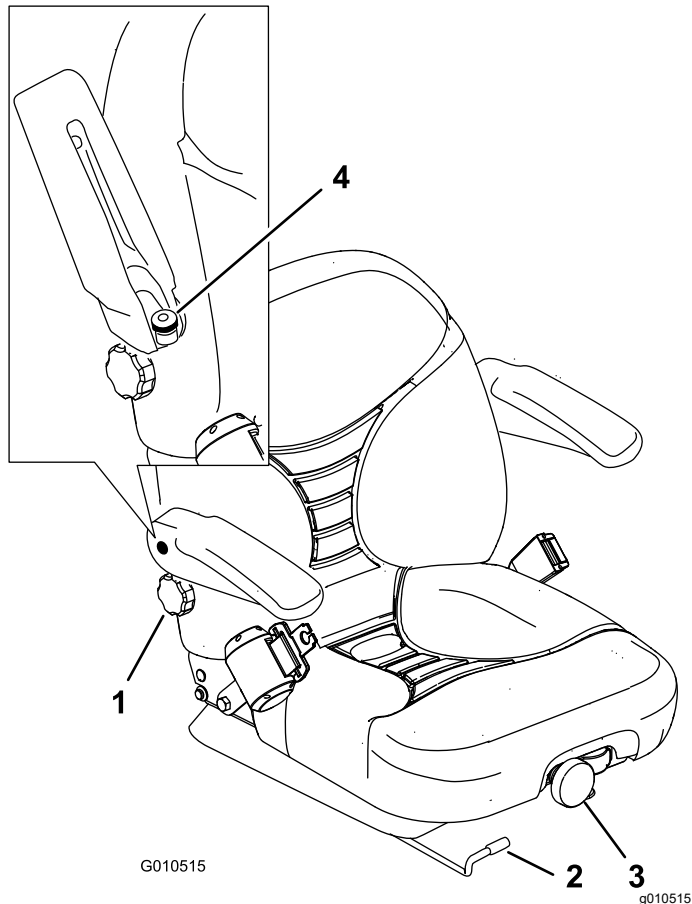

Figura 30
1. Mueva la palanca lateralmente para desbloquear el asiento (Figura 30).
Para ajustarlo, gire el pomo delantero en cualquier sentido hasta encontrar la posición más cómoda (Figura 30).
Para ajustarlo, gire el pomo situado debajo del reposabrazos derecho en cualquier sentido hasta encontrar la posición más cómoda (Figura 30).
Levante el reposabrazos y gire el pomo en cualquier sentido hasta encontrar la posición más cómoda (Figura 30).